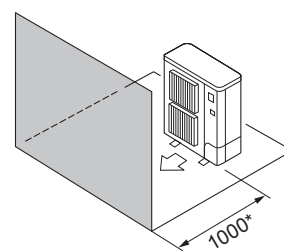

Fig. 2-6
- ④ Alleen obstakels aan de voorzijde (Fig. 2-6)